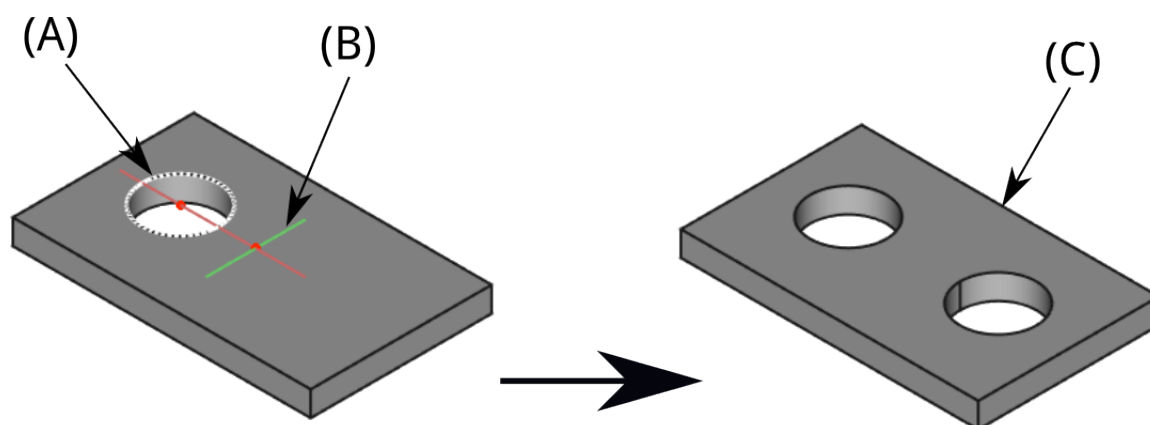

Figure 2: Primer zrcaljenja luknje preko navpične osi skice A. Rezultat zrcaljenja (C) je prikazan na desni strani.
1.4.1.2 Uporaba orodja Mirror v FreeCAD Orodje **Mirror** se nahaja v delovnem okolju **Part Design** in je uporabno za ustvarjanje zrcaljenih kopij značilnosti glede na izbrano ravnino. Primer takega preprostega zrcaljenja je prikazan na fig. 2, podrobnejši opis uporabe tega orodja je objavljen na spletnih straneh FreeCAD (Documentation 2025).
1.4.1.3 Primer 1: Zrcaljenje luknje na plošči Na fig. 2 je prikazan primer uporabe orodja Mirror za luknjo, ki je bila prvotno definirana le na eni strani plošče. Z izbiro ravnine simetrije (v tem primeru **YZ-ravnina**) dobimo zrcalno kopijo luknje na nasprotni strani, brez potrebe po novi skici.